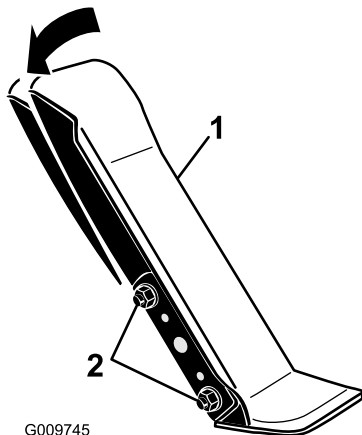

Figura 104
1. Desaperte as 2 porcas e parafusos que fixam o lado esquerdo do pedal de tração ao suporte (Figura 104).